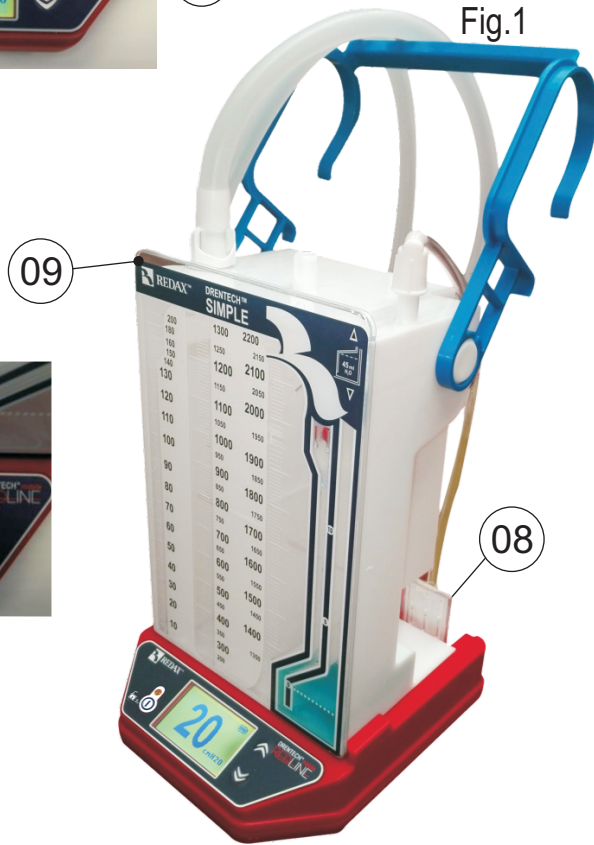

Fig.1
L'unità di vuoto possiede 2 indicatori luminosi (v. FIG 1): il primo (13) situato sopra il tasto di accensione, il secondo è integrato al display (i.e. display retroilluminato). L'unità, inoltre, fornisce altre informazioni attraverso il display.